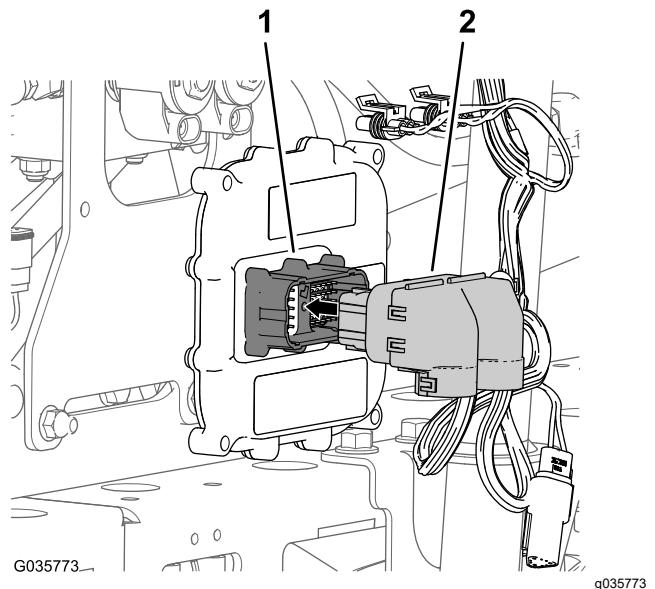

Figura 28
2. Ligue o conector de 50 tomadas da cablagem para a rampa Sonic ao conector de 50 pinos do controlador eletrônico e prenda os conectores com o parafuso de cabeça sextavada (Figura 28).